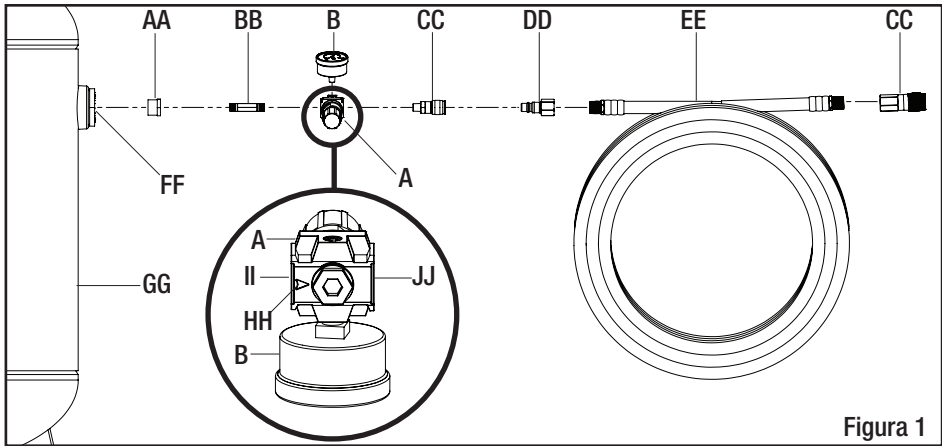

Figura 1
- Cuando instale el regulador (A) en el puerto de salida (FF) al costado del tanque del compresor de aire (GG), necesitará un cojinete reductor (AA) para reducir las roscas para que se pueda conectar una boquilla tipo tubo (BB). Consulte la Figura 1.
- Enrosque un cojinete reductor (AA) en el puerto de salida (FF) y ajuste con una llave inglesa.
- Enrosque una boquilla tipo tubo (BB) en el cojinete reductor (AA).
- Ajuste la boquilla tipo tubo (BB) con una llave inglesa o llave Stillson, según el tipo de boquilla utilizada.